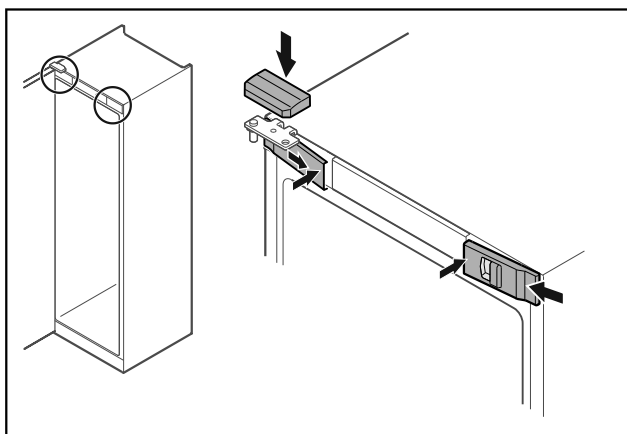

Fig. 35
- ▶ Зацепите сбоку и защелкните передние крышки Fig. 35 (1) с внутренней стороны.
- ▶ Защелкните верхнюю крышку Fig. 35 (2) сверху.